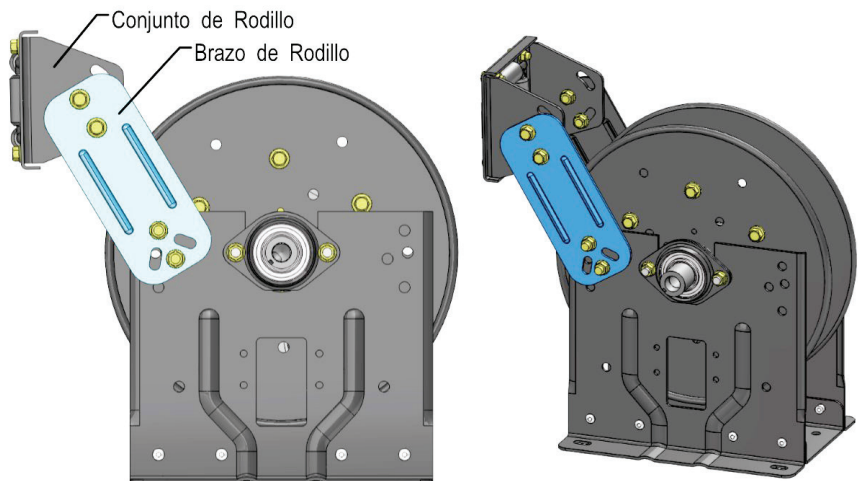

Figura 16 - Carrete con los rodillos en la posición “TR”
5. Cambie los brazos de rodillo a la posición “TR” (Figura 16) al lado trasero del carrete. Alinee los agujeros y instale los perno.
6. Gire el conjunto de rodillo hasta que se señala en la misma posición que se muestra en Figura 16.